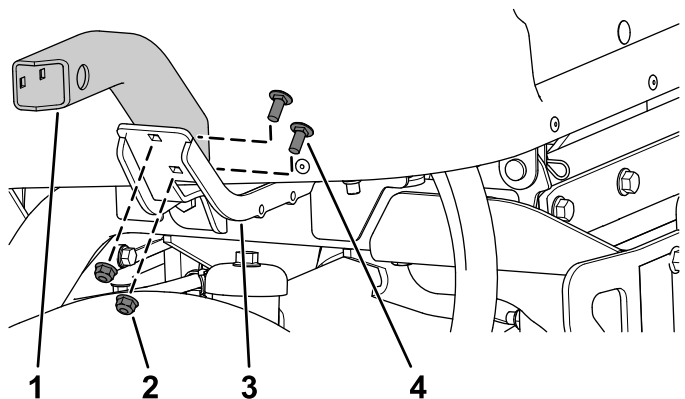

Figura 23
3. Fixați suportul scurt din stânga și suportul scurt sau lung din dreapta pe suportul din stânga și pe suportul din dreapta folosind 4 uruburi de fixare ($\frac{5}{16} \times \frac{3}{4}$ ") și 4 piuli cu guler ($\frac{5}{16}$ ") aa cum se arată în Figura 23.